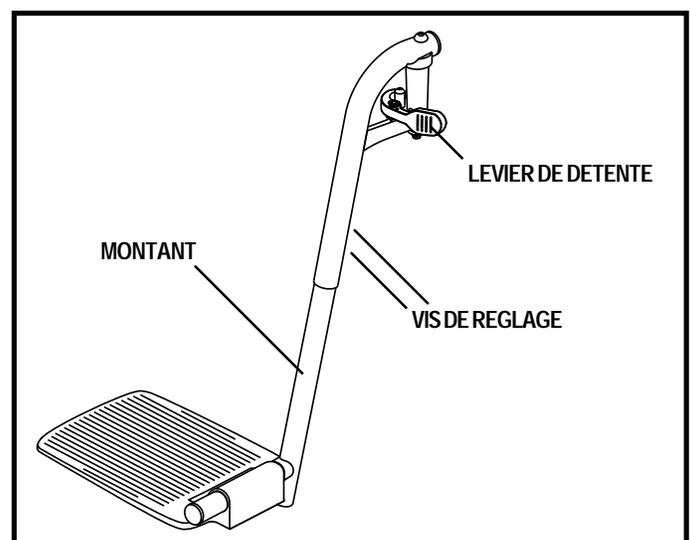

Figure 21. Appui-pied escamotable
1. Pesez sur le bouton de détente des SFR. Voir la figure 21.
1. Retirez les deux vis dans la rallonge de tube. Voir la figure 21.